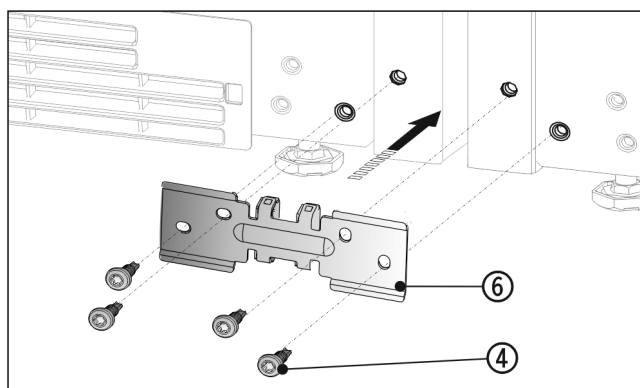

Fig. 17
- ▶ Deslice la escuadra Fig. 17 (6) junto con la pieza distanciadora entre los aparatos y atorníllela ligeramente con los 4 tornillos Fig. 17 (4).